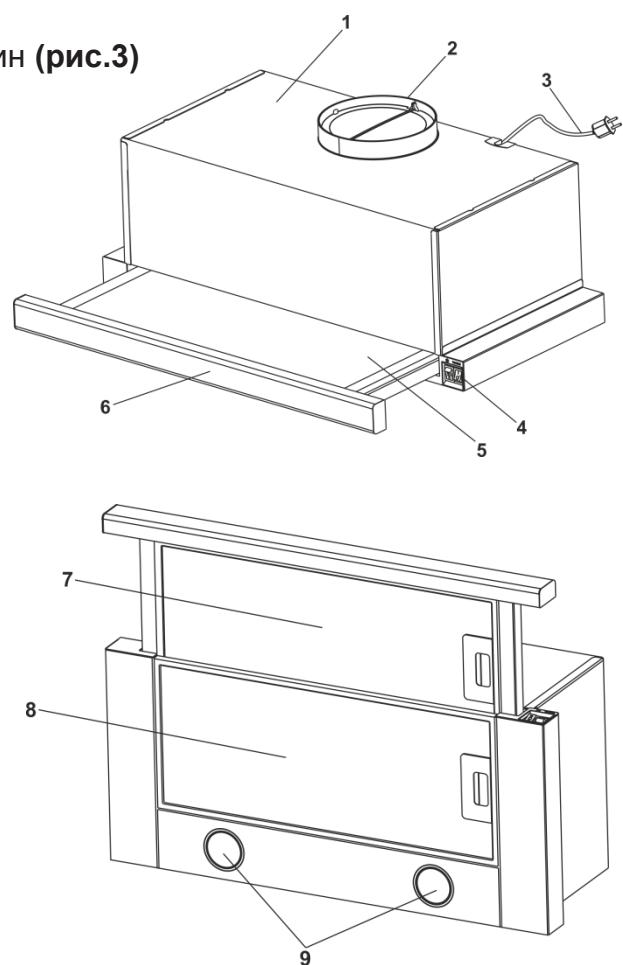

Рис.3
**УВАГА!** Додатково виріб виготовляється з наступними декоративними елементами (рис.3):
### 5.3 Витяжка складається з наступних складових частин (рис.3)